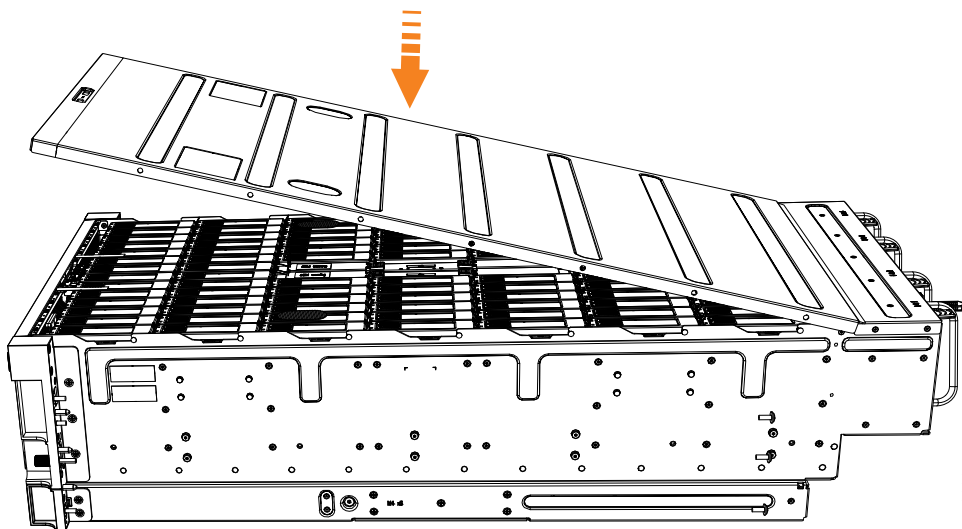

Figura 78. Alineación de cubierta superior de 2145-92F
1. Baje con cuidado la cubierta y asegúrese de que está correctamente alineada con la parte posterior del alojamiento, como se muestra en la Figura 78.